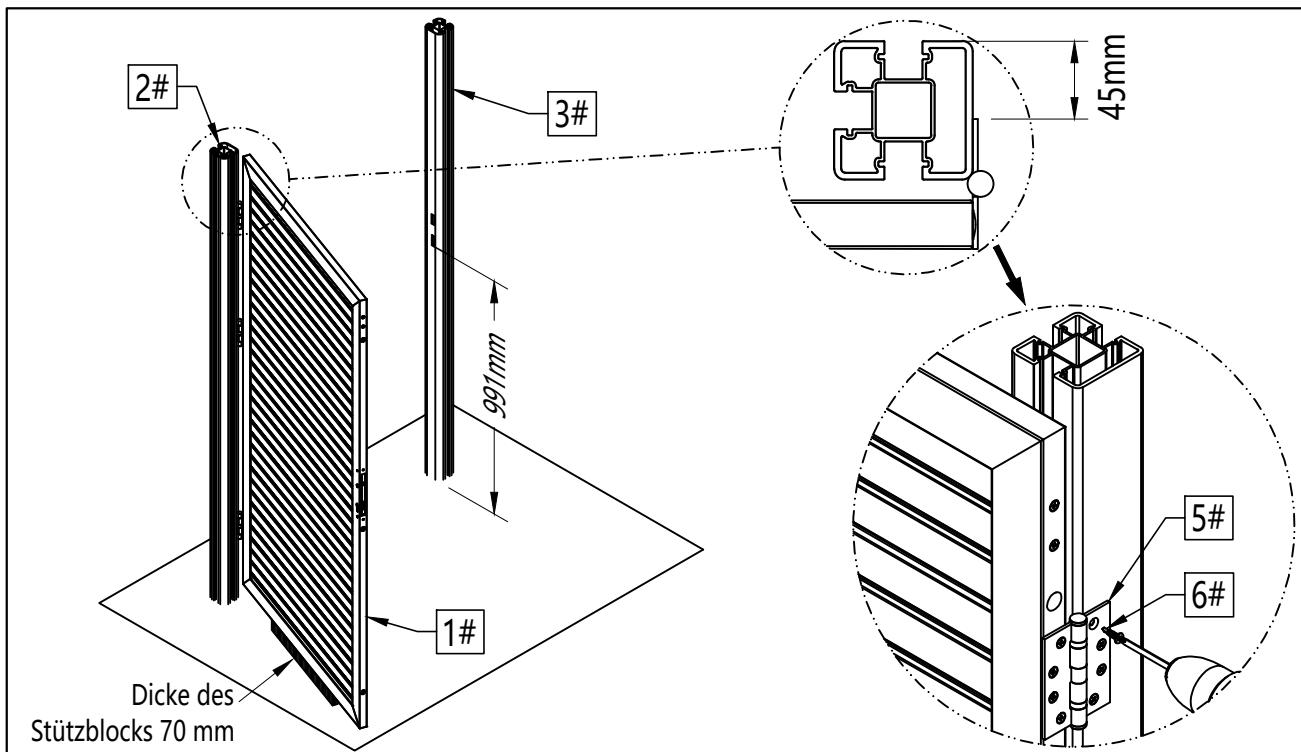

Abbildung 8
- 8 Legen Sie einen Stützklotz unter das Tor und stellen Sie die Klotzdicke so ein, dass der Riegel (9#) vollständig in das Schließblech (7#) eindringen kann. Befestigen Sie dann das Zauntor mit den Schrauben (6#) an den Pfosten, wie in Abbildung 8 dargestellt.